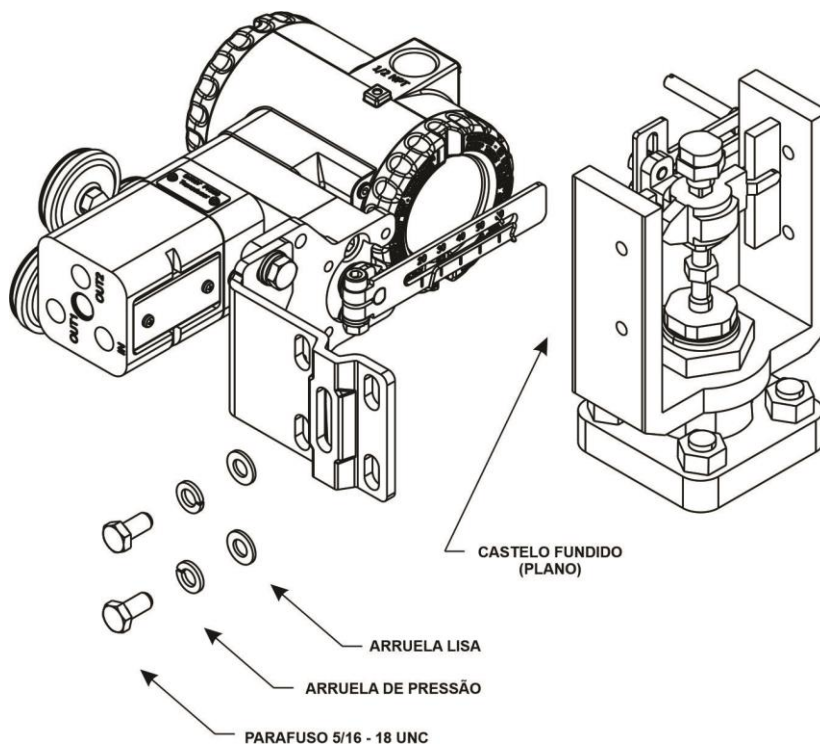

Figura 1.14 – Fixação do suporte de montagem em castelo fundido com superfície plana
- Para atuadores com castelo fundido com superfície plana, utilize dois parafusos 5/16 – 18 UNC, duas arruelas de pressão e duas arruelas lisas. Veja figura 1.14.